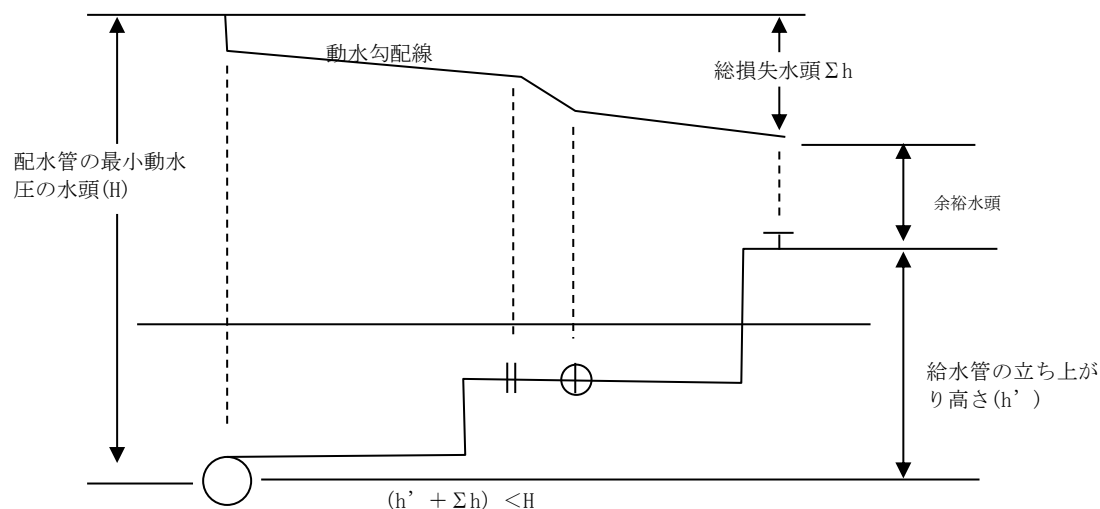

図 2.2-1 水頭変化曲線
| 図 2.2-1  | 水頭変化曲線                                        | 2-1  |
- 2) 給水管の口径は、水理計算により決定するものとするが、分岐点から給水用具までの立上がり高さと所要水量に対する総損失水頭を加えたものが、配水管（又は既設給水管）の最小動水圧時の水頭以下となるよう定めるものとする。（水頭変化曲線を図 2.2-1 に示す）